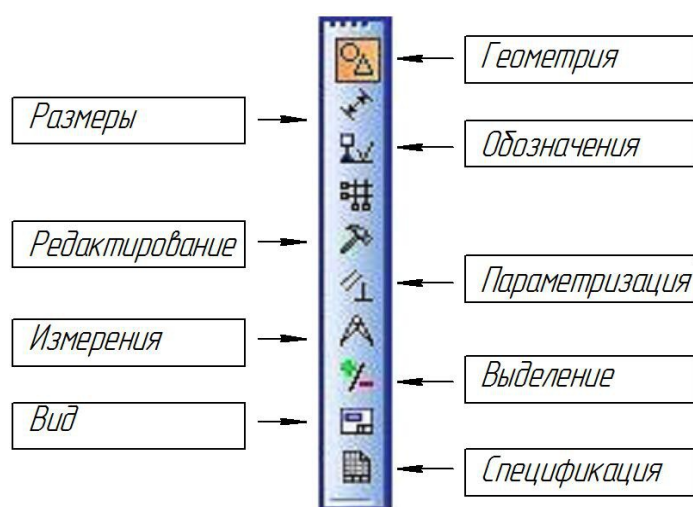

Рис. 1.3. Панель переключения («Компактная»)
- Панели переключения режимов работы («Компактная»). На ней расположены кнопки переключения Инструментальных панелей, содержащих набор команд, сгруппированных по функциональному признаку (рис. 1.3).